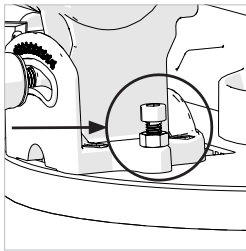

Fig. 32
- Die Feststellmutter der Einstellschraube für den 45° Neigungswinkelanschlag leicht lockern. (**Abb. 32**)